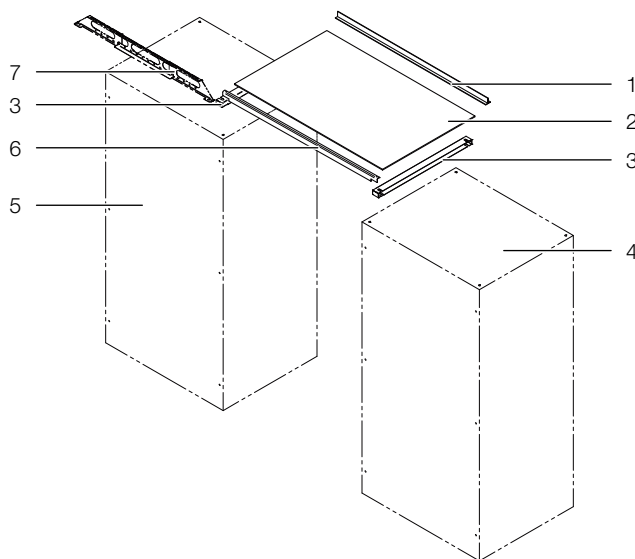
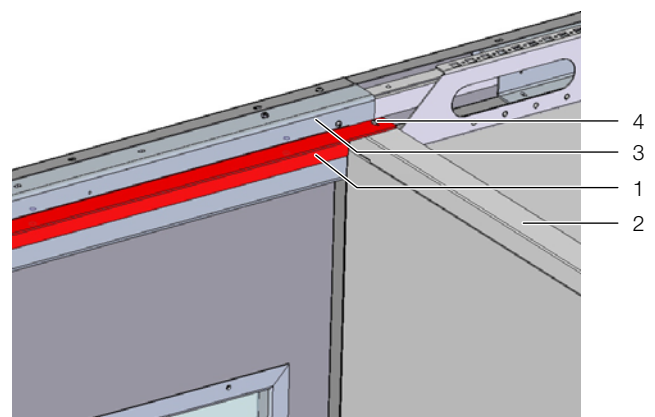

Abb. 45: Gangabdeckung Anfang/Ende
Abb. 47: Montage Dachwinkel Anfang
- Gangerhöhungen (Abb. 45, Pos. 3) auf dem IT-Schrank-Dach aufsetzen und unter den Kopf der Befestigungsschraube des IT-Schrank-Daches schieben.
- Den Dachwinkel Anfang (Abb. 45, Pos. 6) auf die Gangerhöhung aufsetzen und mit 2 Linsen-Blehschrauben 4,2 x 9,5 mm durch die vorgefertigten Löcher an der Gangerhöhung befestigen (Abb. 47).
- Auf dem Dachwinkel Anfang (Abb. 47, Pos. 6) am Türelement und auf allen Dachwinkeln Mitte über die gesamte Breite ein Dichtband 15 x 3 mm aufbringen.
- Auf beide Gangerhöhungen Anfang (Abb. 47, Pos. 3) auf der linken und der rechten IT-Schrankreihe ein Dichtband 15 x 5 mm aufkleben. Die Länge des Dichtbands ergibt sich aus der lichten Weite zwischen den beiden Dachwinkeln.
- Die Polycarbonatplatte auflegen und auf dem Dachwinkel Anfang (Abb. 47, Pos. 6) ausrichten.